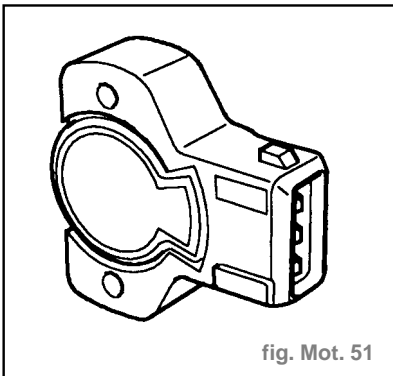

fig. Mot. 51
- Capteur de position de papillon (fig. Mot. 51) :